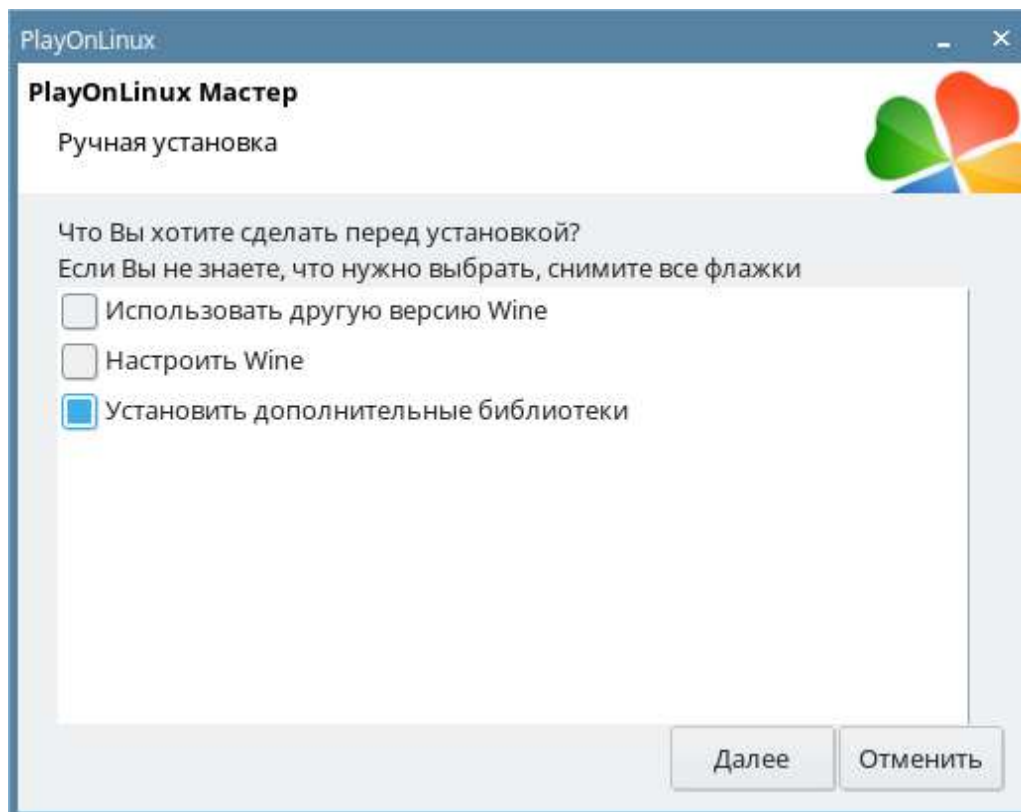

Рис. 9.31 Установка дополнительных библиотек
11. Выберите пункт **«Установить дополнительные библиотеки»** (Рис. 9.31) и нажмите кнопку **«Далее»**.